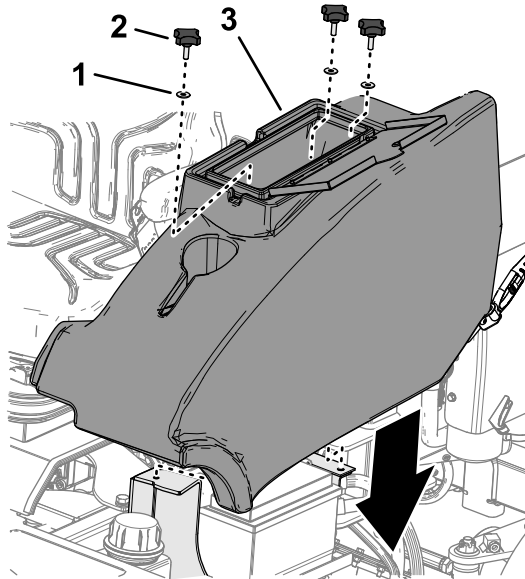

Figure 48
- Montez le compartiment de rangement sur la machine avec les 3 boutons et les 3 rondelles (Figure 48)